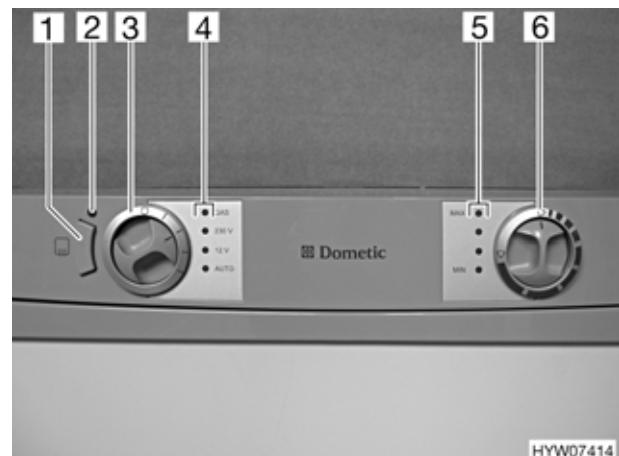

Fig. 158 Elementi di comando del frigorifero
Nel caso di temperature esterne ed umidità dell'aria elevate è possibile che si formino gocce d'acqua sul telaio in metallo del vano congelatore. Per questo motivo il frigorifero è dotato di un riscaldamento nel telaio per il vano congelatore. Nel caso di temperature e umidità dell'aria elevate, accendere il riscaldamento del telaio con il tasto (Fig. 158,1). È possibile così evitare fenomeni di corrosione. Quando il riscaldamento del telaio è acceso, la luce spia è accesa (Fig. 158,2).
Se l'alimentazione a 230 V non è allacciata e il motore del veicolo è spento, il sistema AES seleziona il rifornimento di gas. Selezionando il funzionamento a gas, il dispositivo di sicurezza si apre automaticamente, così che il gas possa fluire al bruciatore. Contemporaneamente si inserisce l'accenditore elettronico. Se la fiamma del gas si spegne, per esempio a causa di un colpo di vento, l'accenditore viene subito azionato riaccendendo il gas. In caso di guasto del funzionamento a gas, la luce spia "GAS" (Fig. 158,4) diventa rossa e lampeggiante.
- ▶ Nelle aree di servizio è vietato l'uso di impianti a fiamma viva. Nel caso in cui la sosta duri più di 15 minuti, il frigorifero deve essere spento tramite il selettore di energia (Fig. 158,3).
Dopo l'accensione il frigorifero seleziona automaticamente la regolazione intermedia del termostato. Questa regolazione può essere modificata manualmente tramite il pomello girevole (Fig. 158,6). Le luci spia (Fig. 158,5) indicano la temperatura selezionata sul termostato. Con il pomello girevole viene regolata la temperatura di refrigerazione per tutti i tre tipi di funzionamento. Ci vogliono alcune ore prima che il frigorifero raggiunga la temperatura normale di esercizio. Cambiando la modalità di funzionamento la regolazione del termostato non viene modificata. La temperatura di raffreddamento è indipendente dal tipo di energia utilizzata.
- Con il selettore di energia (Fig. 158,3) selezionare il tipo di energia utilizzata. La luce spia relativa (Fig. 158,4) diventa verde.
- Regolare la temperatura di refrigerazione con il pomello girevole (Fig. 158,6). Le luci spia (Fig. 158,5) indicano la temperatura selezionata sul termostato.
In caso di guasto del funzionamento a gas, la luce spia "GAS" (Fig. 158,4) diventa rossa e lampeggiante.
- Girare il selettori di energia (Fig. 158,3) su "O". Tutte le luci spia (Fig. 158,4) sono spente.